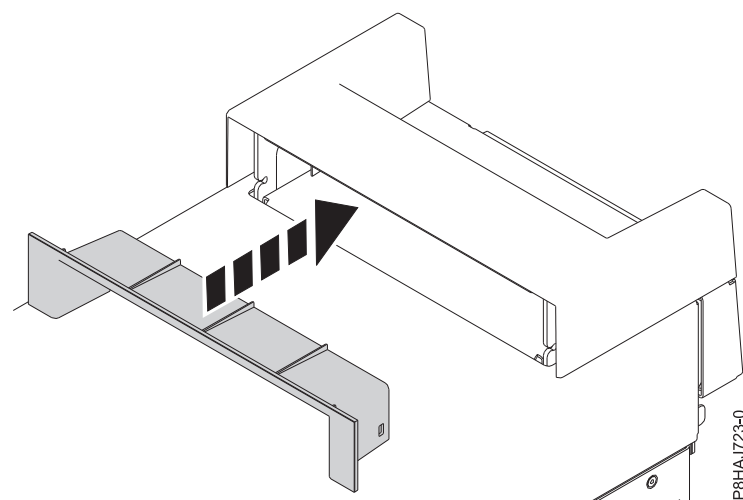

Figura 180. Inserción de la pieza en la tapa de asa en un sistema 8286-41A autónomo
2. Inserte la pieza en la tapa de asa presionándola con firmeza, tal como se muestra en la Figura 180.